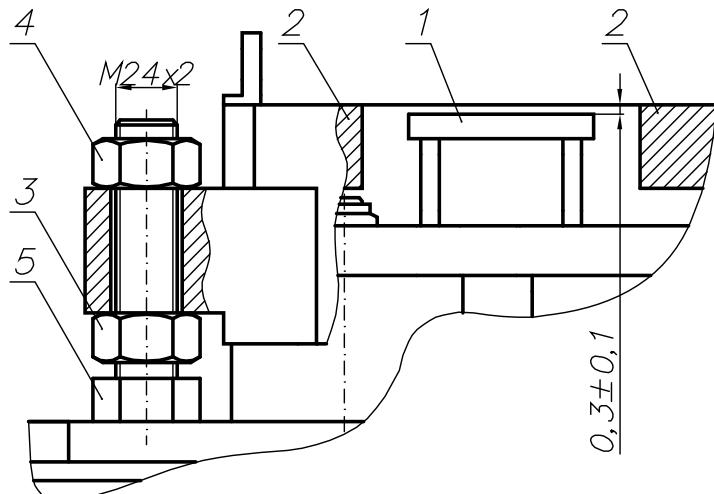

Рис. 20. Схема настройки зазора.
- не менее 1 раза в 2 недели контролировать зазор между опорой поддона и верхней поверхностью вибростола, рис. 20. Для контроля использовать щуп и линеал. Для изменения величины зазора необходимо ослабить гайку стопорную и, вращая регулировочную гайку 3, установить необходимый зазор. Величина зазора контролируется в центре вибростола и в четырех его крайних точках. После настройки и проверки величины зазора стопорную гайку 4 затянуть, проверку повторить еще раз;